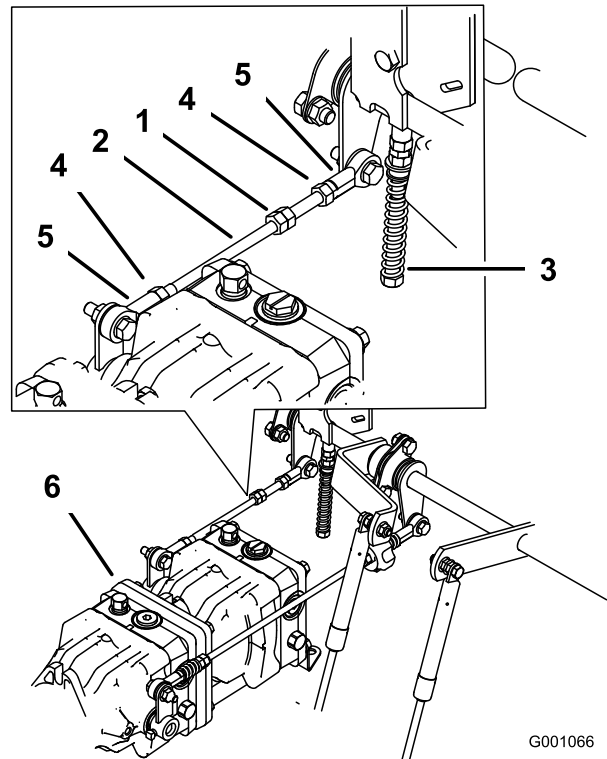

Bild 103
1. Lockern Sie die Sicherungsmuttern an den Kugelgelenken der Pumpensteuerungsstange (Bild 103).
3. Stellen Sie die Länge der Pumpstange ein, indem Sie die Doppelmutter an der Stange so weit in die entsprechende Richtung drehen, bis das Rad stillsteht oder sich leicht zurückdreht (Bild 103).
6. Ziehen Sie die Klemmmuttern an den Kugelgelenken fest (Bild 103).